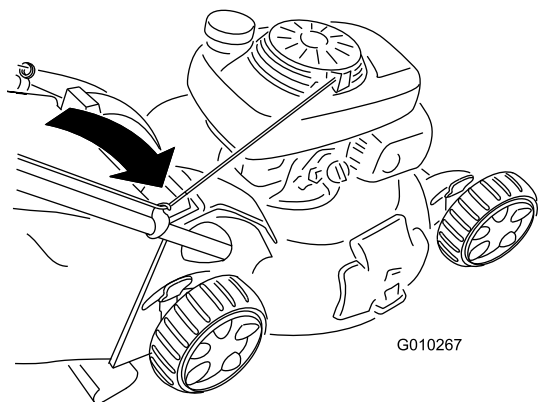

Figura 27
2. Avvolgete il cavo di avviamento attorno al guidacavo inferiore (Figura 27).